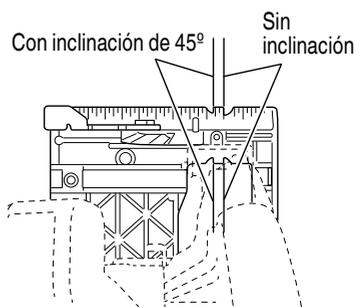

Fig. 12
1. Coloque el cuerpo de la sierra (la base) en la pieza de trabajo y, como se muestra en la Fig. 12, alinee la línea de corte prevista con la cuchilla de la sierra utilizando la ranura. Esta relación entre base y madera deberá permanecer inalterada independientemente de la inclinación de la base.
4. Incline la sierra hacia adelante y alinee la ranura (Fig. 12) con la línea guía premarcada.